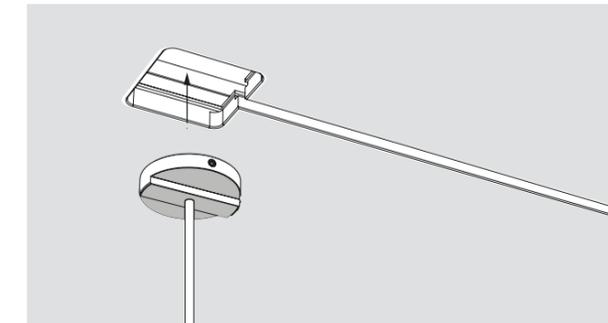

Abb. 8
9. Führen Sie die Pendel in die Schiene ein (Abb. 8). Beim Einschieben der Kontaktschlitten der Pendelleuchten ist darauf zu achten, dass die Federstifte der Goldkontakte beim seitlichen Einführen nicht verkantet und keinen Schaden nehmen.